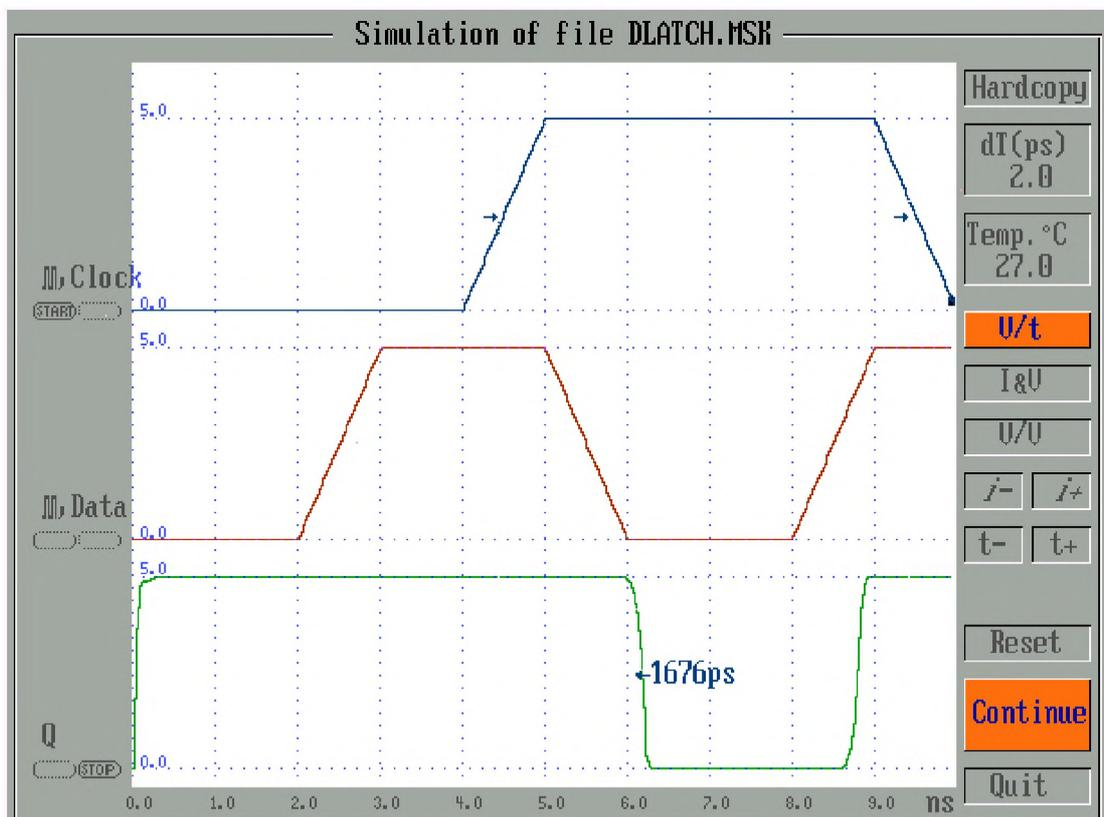

Рис. 63. Результат моделирования D триггера (файл RS.MSK)
**Моделирование.** Нажмите **SIMULATE** в главном меню. На экране монитора появятся временные диаграммы (рис. 63.). Последовательность моделирования состоит в следующем: